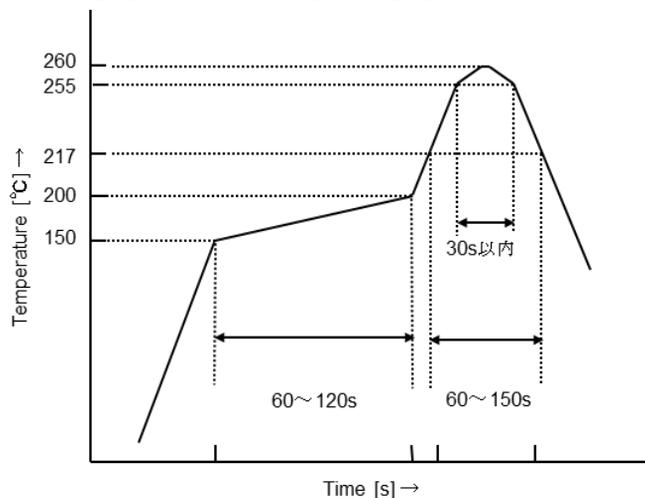

図3-5-1. 温度プロファイルの例
(3)温度プロファイルの一例として図3-5-1を参照してください。
パッケージ表面温度は最大260℃とし、255℃以上の時間は30秒以内で実施してください。温度プロファイルは、上記の図3-5-1を参照してください。